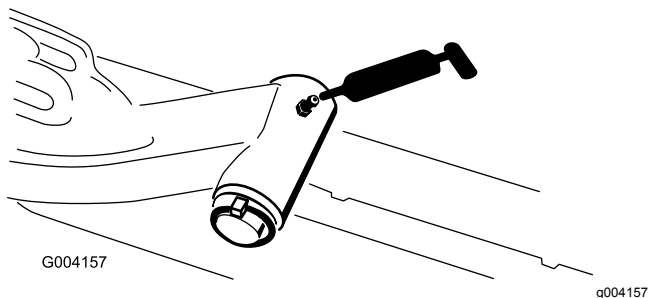

Figura 48
- Eje pivotante del brazo de elevación (1 en cada) (Figura 48)